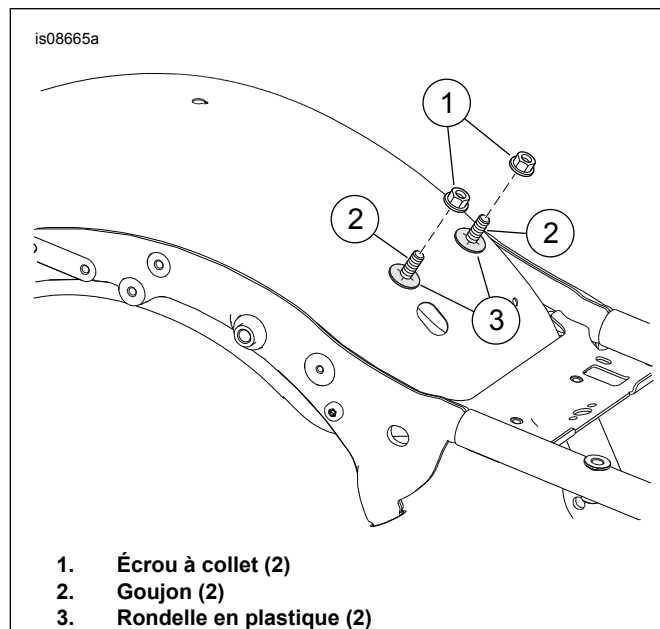

Figure 2. Visserie de montage
3. Voir Figure 2 . Déposer les écrous (1). Laissez les rondelles (3) et les goujons (2) en place.
5. Voir la figure 2. Placer la base de fixation sur les goujons (2) et les rondelles en plastique (3).